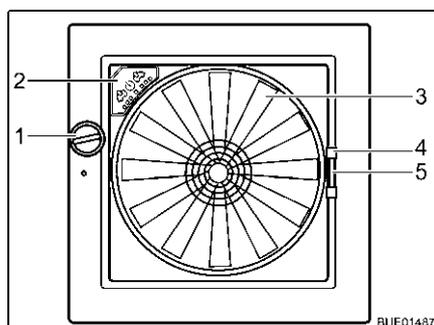

Bild 84 Dachhaube Omni-Vent
- Öffnen:** ■ Drehknopf (Bild 84,1) drehen, bis der gewünschte Öffnungswinkel erreicht ist.
- Schließen:** ■ Drehknopf (Bild 84,1) drehen, bis Dachhaube vollständig geschlossen ist.
- Schließen:** ■ Insektenschutz am Griff (Bild 84,4) zur gegenüberliegenden Rahmenseite ziehen.
- Schließen:** ■ Griff (Bild 84,5) der Verdunklung zusammendrücken.
Ventilator Wenn die Dachhaube geöffnet ist, kann der Innenraum mit dem 6-stufigen Ventilator (Bild 84,3) belüftet und entlüftet werden. Der Ventilator wird am Bedienfeld (Bild 84,2) bedient.